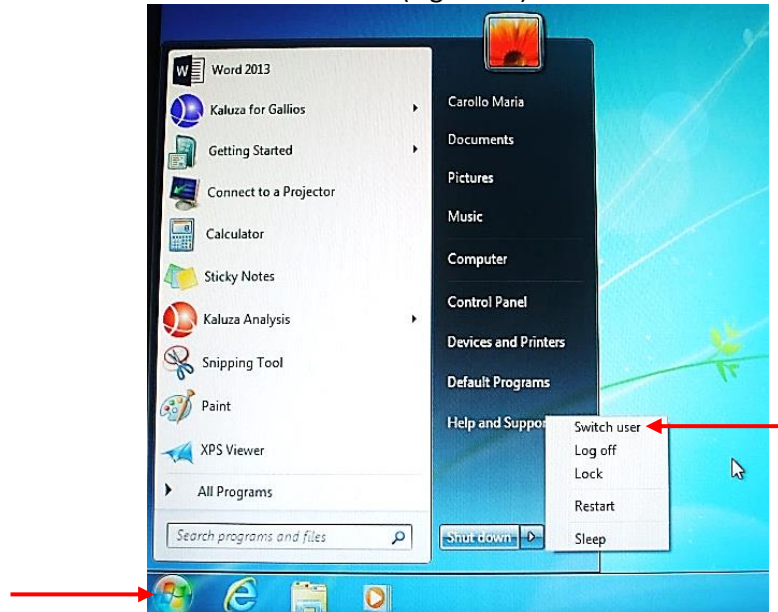

Figura 20
1.4.1.6. Cliccare con il tasto destro sullo START del PC, posto in basso a Sinistra (Figura 20) e dalla finestra di "Shut Down" selezionare "Switch Users" (Figura 20).